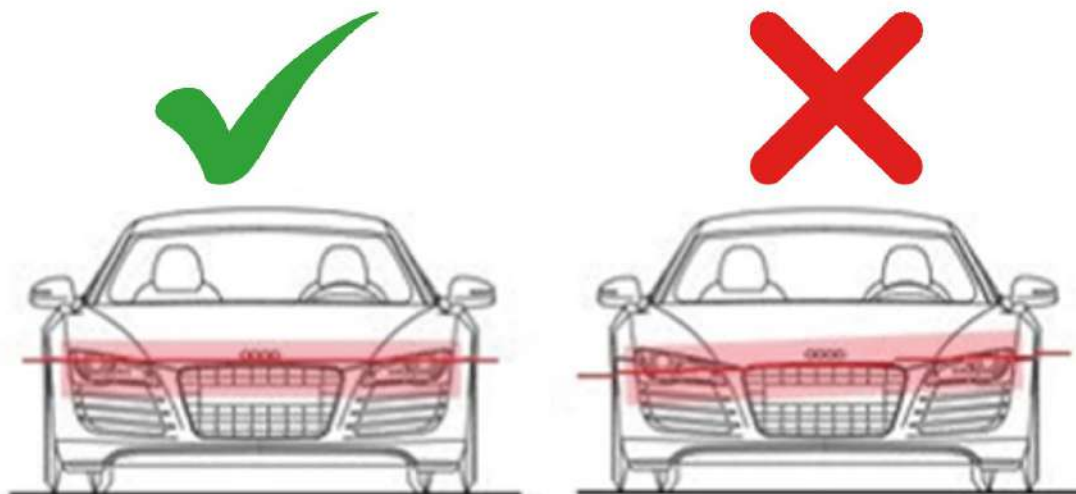

Рисунок 1
- Посмотрите в зеркальный щиток и отыщите горизонтальную часть автомобиля или две симметричных точки на автомобиле, например, сверху ветрового стекла или крышки капота. Убедитесь, что линии в отражении щитка совпадают с этими линиями так, что указывает на то, что устройство расположено параллельно автомобилю. На рис. 1 слева показано положение, верное для продолжения работы, а справа требующее корректировки.